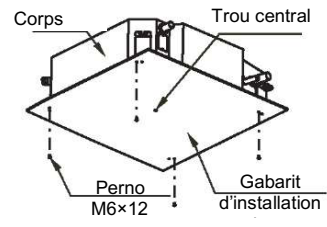

Fig. 5-10
**2** Après avoir installé l'unité, fixez le gabarit d'installation sur le climatiseur à l'aide de boulons (M6×12) afin de déterminer à l'avance les dimensions et la position de l'ouverture dans le plafond (voir fig. 5-10).